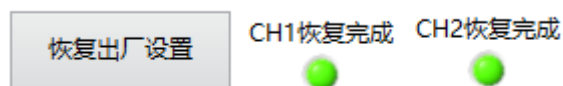

图 5.3.9 芯片恢复出厂设置
- 7、单击“恢复出厂设置”按钮，擦除芯片内部原有角度编程数据。（若芯片为首次编程，可跳过此步骤以简化操作步骤节省编程时间。）擦除完成后“恢复完成”指示灯变为绿灯常亮（图 5.3.9）。